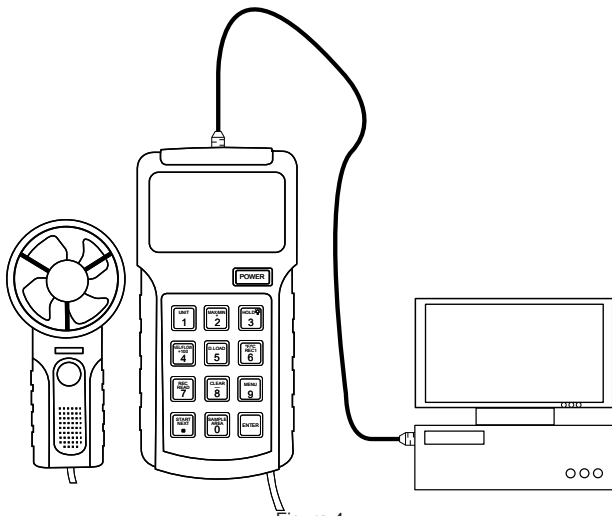

Figura 4
1. Conecte uma ponta do cabo USB no instrumento e a outra no computador conforme a figura 4.